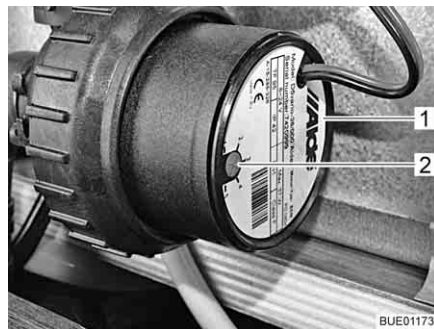

Fig. 168 Riduzione del numero di giri
Con il pomello girevole (Fig. 168,2) è possibile impostare il numero di giri della pompa di circolazione. A un numero di giri ridotto i rumori prodotti dal funzionamento della pompa si riducono.
Il pomello girevole si trova sulla pompa di circolazione (Fig. 168,1).
- Ruotare il pomello girevole (Fig. 168,2) in senso antiorario. La potenza diminuisce.